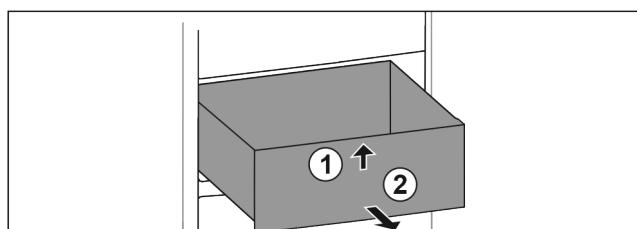

Fig. 95
- Ridicați sertarul în față. Fig. 95 (1)
- Extragăti sertarul spre înainte. Fig. 95 (2)